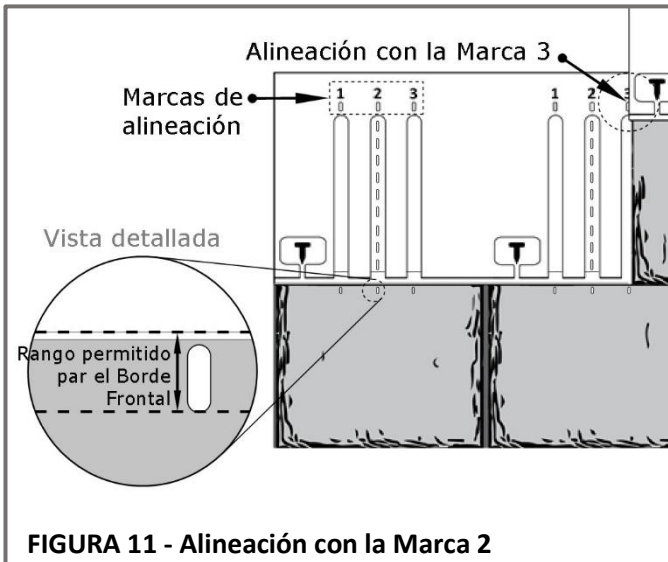

FIGURA 11 - Alineación con la Marca 2
- Para el **PATRÓN DE DESPLAZAMIENTO REPETITIVO**, coloque el borde de la teja en la marca de alineación correcta. Vea la **Figura 11**.